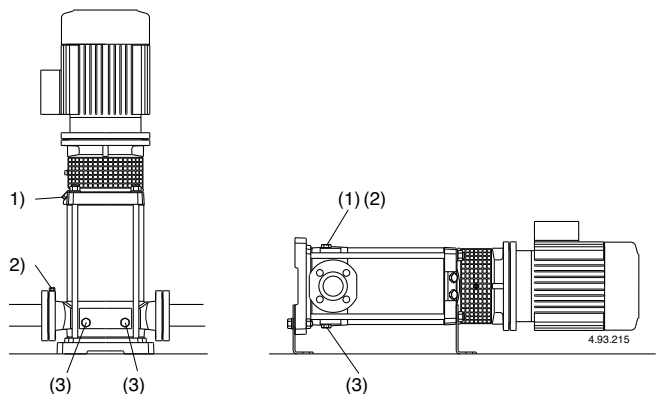

Fig. 3 (1) Llenado y purga
Con la **bomba por encima del nivel de agua** a elevar, (funcionamiento en aspiración, (**Fig. 2A**), o con una carga insuficiente, (inferior a 1 m) para abrir la válvula de retención, llenar el tubo de aspiración y la bomba a través del orificio (1) (**fig. 3**).
(2) Purga aspiración
(3) vaciado
Con el **nivel de agua en aspiración por encima de la bomba**, (funcionamiento bajo carga, **fig. 2B**), llenar la bomba abriendo lentamente y completamente la compuerta del tubo de llegada teniendo la compuerta de la impulsión abierta y también los agujeros de purga (1), (2) (**fig. 3**) para hacer salir el aire.
Cerrar los agujeros de purga (1), (2) (**fig. 3**), para MXV-B, MXV(L) 25-32-40 und MXV(L)4 25-32-40 Atornillar los
Si se verifica una pérdida del cebado, (interrupción en el flujo de impulsión, estando las compuertas abiertas), o si se nota una oscilación de la presión indicada en el manómetro, repetir el purgado del lado aspiración (2) verificar que todas las juntas del tubo de aspiración estén perfectamente herméticas y cerrar el tornillo de cebado (2), y los tornillo de vaciado (3) en el lado de aspiración (**fig. 3**).
Posiblemente, como el caso de empleos temporales con líquidos sucios, hacer funcionar brevemente la bomba con agua limpia para remover los depósitos. O bien, después del vaciado proseguir con un lavado metiendo agua (al menos 40 litros) en el agujero de llenado (1) lado impulsión y dejándola salir por el agujero de vaciado (3) lado aspiración (**fig.3**).
Sacar ambos tornillos (14.12), (pos. 3, **fig. 3**).
Antes del desmontaje cerrar la compuerta de aspiración, y la de impulsión, y vaciar el cuerpo de la bomba (**fig. 3**).